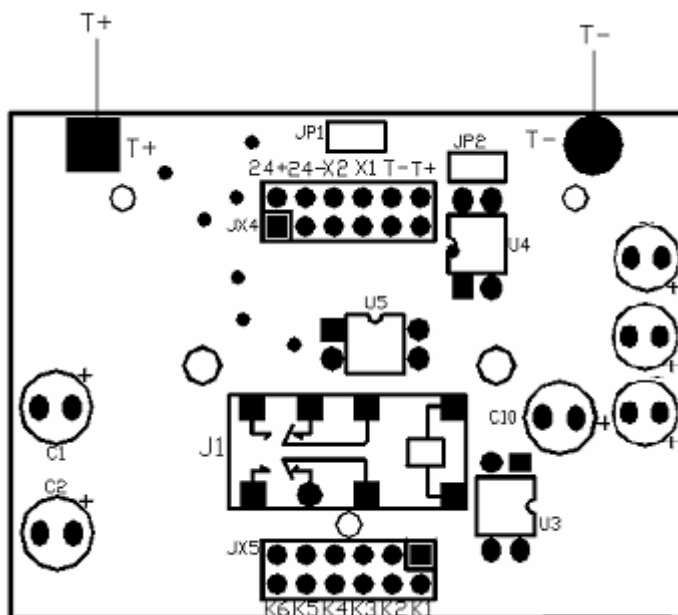

Рис. 2.2.1 Внешний вид платы устройства.
2. Установить переключки JP1, JP2. (см. Рис. 2.2.1).
3. Подключится, соблюдая полярность, к контактным площадкам T+, T- с помощью программатора Z-511. (см. Рис. 2.2.1).
5. Снять переключки JP1, JP2. (см. Рис. 2.2.1).